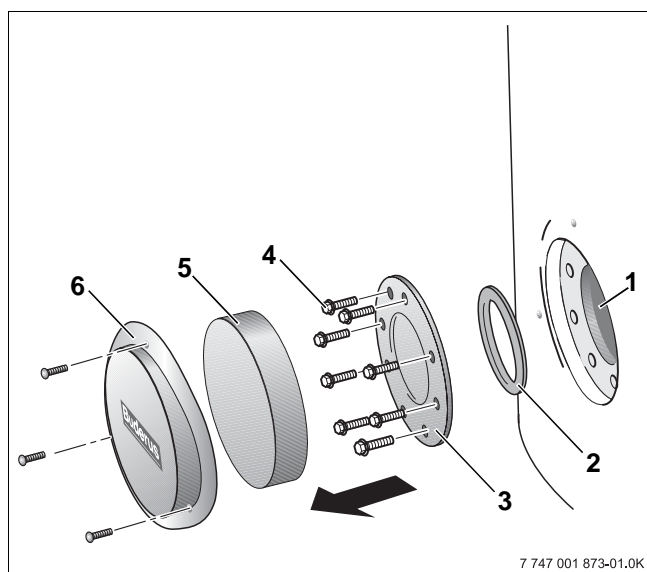

Fig. 10 Smontare l'apertura per la pulizia
- Svitare le viti sulla copertura del coperchio d'ispezione (fig. 10, **pos. 6**).
- Rimuovere la copertura del coperchio di ispezione e l'elemento di protezione termica (fig. 10, **pos. 5**).
- Svitare le viti a testa esagonale (fig. 10, **pos. 4**), togliere il coperchio d'ispezione (fig. 10, **pos. 3**) e la guarnizione del coperchio d'ispezione (fig. 10, **pos. 2**).